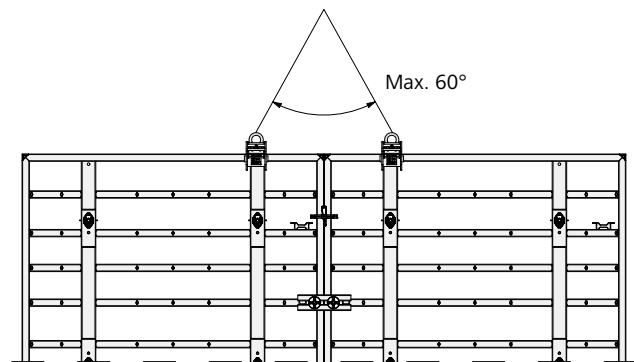

Fig. 39.5
- Sur panneaux debout, si possible par-dessus le montant intérieur (Fig. 39.5)